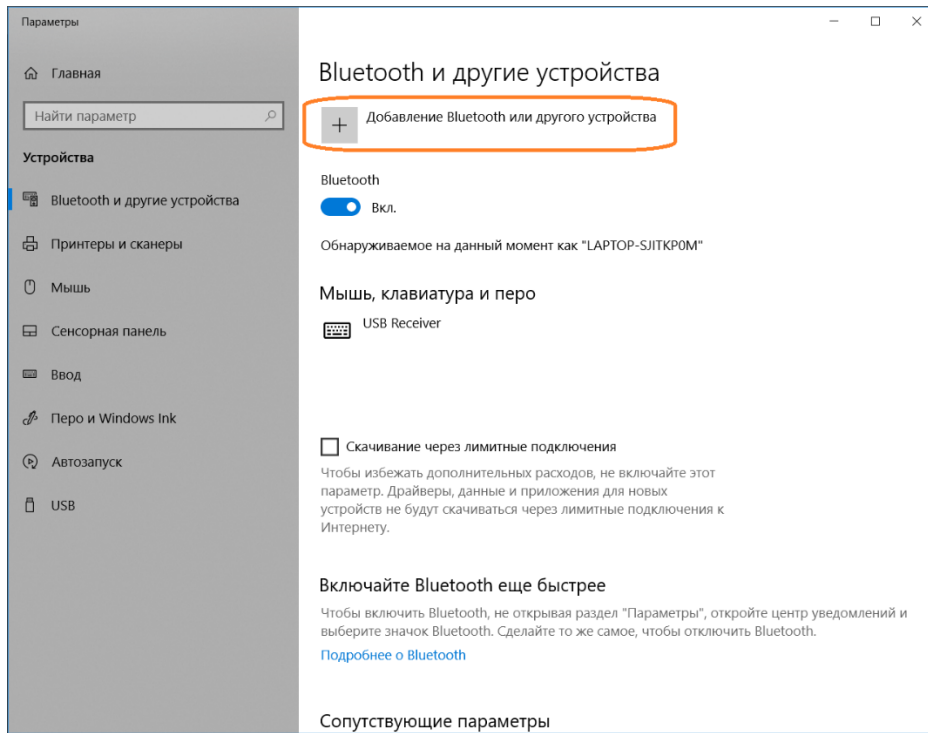

Рисунок 5 – Настройка подключения по Bluetooth
3.2.3 В открывшемся окне **Службы настройки Bluetooth** выберите «Добавление Bluetooth или другого устройства», как показано на рис. 5.